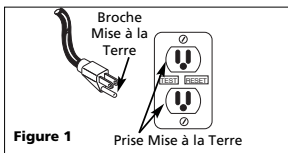

Figure 1 Prise Mise à la Terre
- Pour réduire le risque de secousse électrique, la pompe devrait être branchée directement dans une prise de courant à 3 broches mise à la terre et installée correctement telle qu'indiquée sur la Figure 1. Le